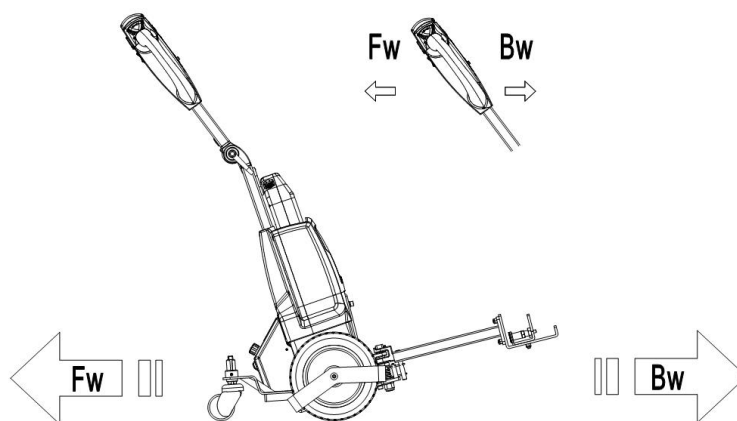

Рис. 8: Направление движения
Поднимите аварийную кнопку (рис. 1, поз. 7) и наберите код на пин-панели или используйте карточку доступа для запуска тягача. Направление движения тягача задается с помощью маховиков акселератора в направлении движения («Fw») или в направлении загрузки («Bw»), как показано на рис. 8.
- Кнопка противоотката (безопасности) (рис. 1, поз. 1) защищает оператора от получения повреждений и травм. Если эта кнопка включена, тягач притормаживает и начинает движение в противоположном направлении («Bw», рис. 8) на небольшое расстояние и останавливается.